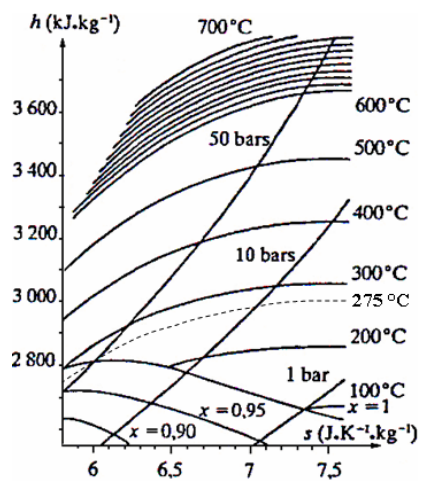

Figure 6
- le générateur de vapeur, $q_{GV} = c_{\text{eau}}(T_3 - T_1) + \ell_{\text{vap}}(50 \text{ bar})$. $T_3 = 275$ °C est lue par extrapolation sur le diagramme de Mollier (figure 6) à l'intersection de l'isobare 50 bar et de l'isotitre $x = 1$;